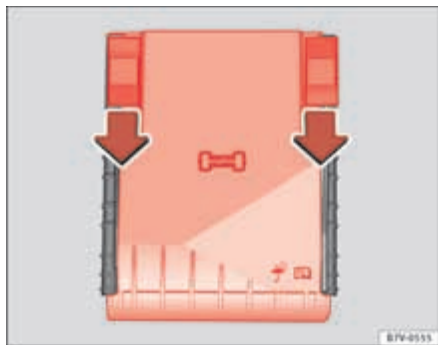

Abb. 197 Im Motorraum: Abdeckung des Sicherungskastens.
- Verriegelungstasten in Pfeilrichtung nach vorn schieben, um die Abdeckung des Sicherungskastens zu entriegeln ⇒ Abb. 197.